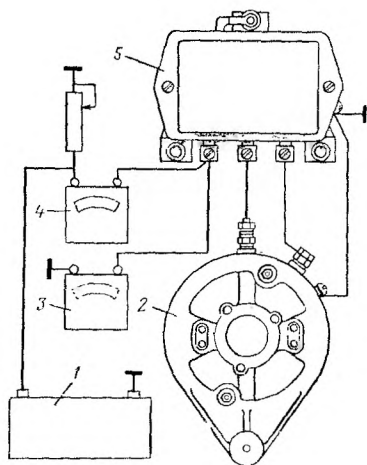

Рис. 134. Схема включения приборов для проверки регулятора напряжения и ограничителя тока:
**Проверка ограничителя тока.** Измерительные приборы включить как показано на рис. 134. Пустить двигатель и довести обороты коленчатого вала до 1600—2000 об/мин, что соответствует движению автомобиля на прямой передаче со скоростью 40—50 км/ч.
**Проверка регулятора напряжения.** Во время работы двигателя надо отключить аккумуляторную батарею. Вольтметр 3 присоединить к клемме *Б* реле-регулятора согласно рис. 134. При 1 600—2 000 об/мин коленчатого вала вольтметр должен показывать не более 15,5 в.